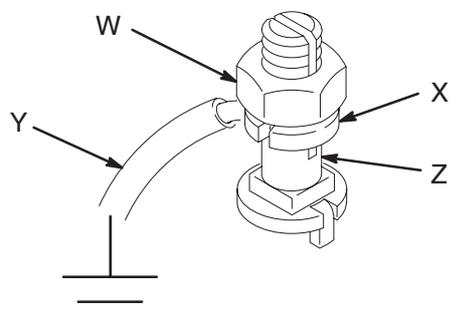

Abb. 2
*Alle anderen Pumpen:* Erdungskabel und Klammer verwenden. Siehe Abb. 2. Die Sicherungsmutter (W) und die Scheibe (X) der Erdungsöse lösen. Ein Ende eines mindestens 1,5 mm2 dicken Erdungskabels (Y) in den Schlitz der Öse (Z) stecken und die Sicherungsmutter fest anziehen. Das andere Ende des Kabels mit einem guten Erdungspunkt verbinden. Erdungskabel und Klammer mit Teile-Nr. 237569 bestellen.